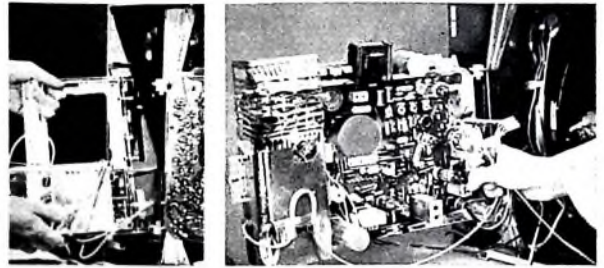

Bild 3 (links). An einer Führungsschiene leicht herausziehbarer Allbereich-Kanalwähler. Bild 4 (rechts). Ausgeschwenktes Chassis (Kuba/Imperial)
Von der technischen Seite her gesehen fand Kuba/Imperial eine neue Grundkonzeption bei der Konstruktion eines Allbereich-Kanalwählers mit Einknopf-Senderwahl, der unter anderem im Modell „Como“ zu finden ist. Als kompakte Einheit gestattet er den Empfang aller Fernsehbereiche. Die Kompaktbauweise als eine Einheit bringt auch für den Service-Techniker Vorteile. Der Allbereich-Kanalwähler sitzt in einer Führungsschiene (Bild 3) neben der Bildröhre. Der Kundendienst-Techniker braucht zum Ausbau dieses Tuners nur zwei Flügelschrauben zu lösen und vorn auf dem Bedienungsfeld den Abstimmknopf abzuziehen. Dann kann mühelos der Kanalwähler aus der Schiene herausgezogen werden.
Ladestrom auf einfache Weise regeln. Der Regelwiderstand  $R_v$  (Bild 3) ist dann in Gl. (1) zu den beiden Innenwiderständen zu addieren. Damit wird